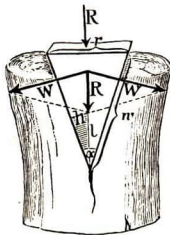

Abb. 57. Der Keil
**3. Erkläre die Kraftzerlegung beim Keil!** (Abb. 57.) Die Kraft  $R$ , die man gegen den Rücken des Keiles ausübt, zerlegt sich in zwei Seitenkräfte  $W, W$  senkrecht gegen die Wangen des Keiles. (Je spitzer der Keil, desto größer werden die Drucke  $W$ , die das Holz spalten.)